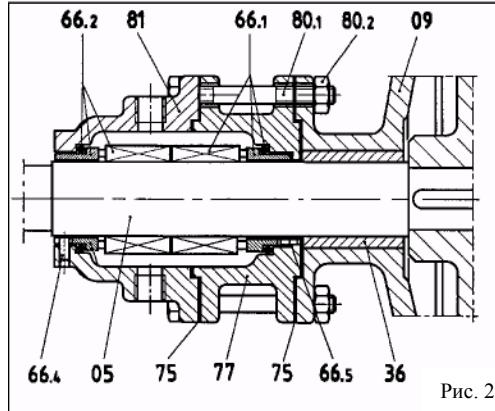
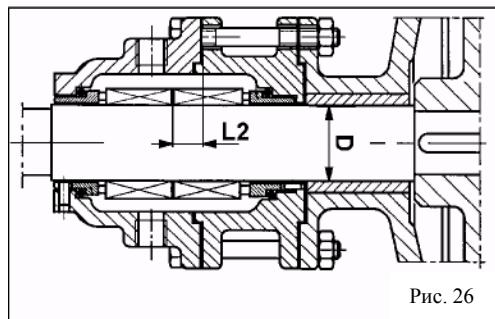

Рис. 25
Рис. 26
- Установите штифты (45) подшипниковых колец (14,15) (модели V25-2 и V30-2 не имеют штифтов).
12.7 Сборка двойного механического уплотнения ST8 (рис. 25)
- Установите заднюю крышку (09).
- Установите корпус уплотнения (77) после установки вращающегося кольца механического уплотнения (66.1).
- Затяните стопорные винты уплотнительного кольца. Вращающееся кольцо механического уплотнения должно располагаться так, как показано на рис. 26.
Внимание: в таблице 26 указаны диаметр D вала и расстояние L2 между вращающимся кольцом (66.1) и корпусом уплотнения (77), когда задняя крышка (09) еще не установлена на корпусе, а опирается на заднюю поверхность ротора (рис. 26).